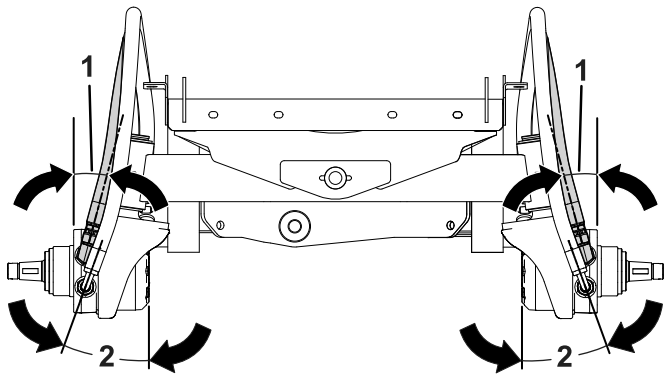

Figuur 4
3. Monteer de nieuwe rechte fitting en de elleboogfitting van 90° aan de wielmotor (Figuur 4).
6. Monteer de slang met de rechte fittings op de elleboogfitting van 90° (Figuur 4).
7. Monteer de slang met de elleboog van 90° op de rechte fitting (Figuur 4).
16. Verwijder één dop per keer en monteer de juiste slang aan de hydraulische leiding zoals getoond in Figuur 4.
17. Verwijder de resterende dop en monteer de slang aan de hydraulische leiding (Figuur 4).